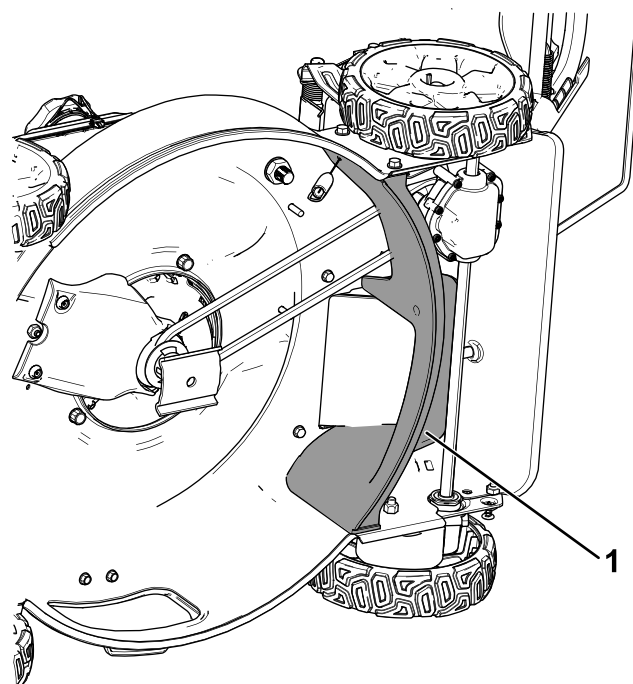

Figur 10
5. Dra åt de 5 skruvarna som fäster bakskrmen på plats. (Figur 10).